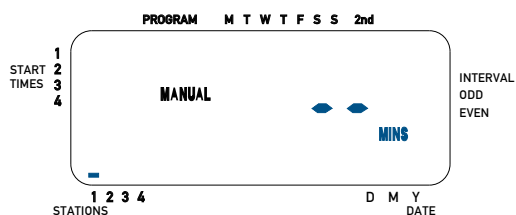

Figura 11: ejecución manual de estaciones individuales
- Presione la tecla **MANUAL**. Luego, presione la tecla **NEXT (SIGUIENTE)** tres veces. La pantalla mostrará un cursor parpadeante en la estación 1 junto con - - MINS. [Ver la Figura 11]